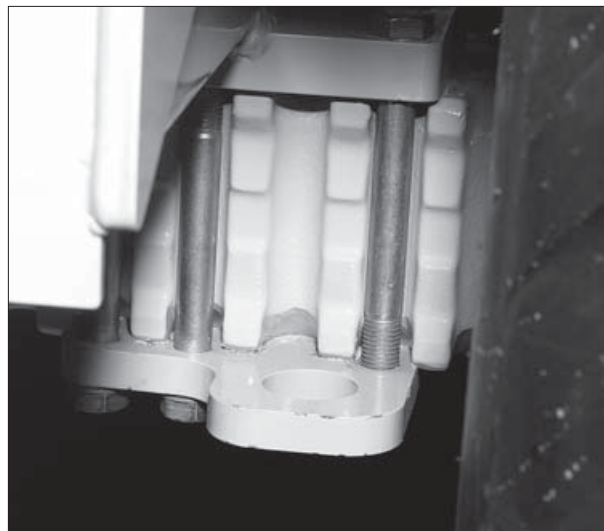

Fig. 56
4. Spænd maskinen fast til traileren med kæder i trækøjer for (fig. 53) og i akselplader bag (fig. 56).